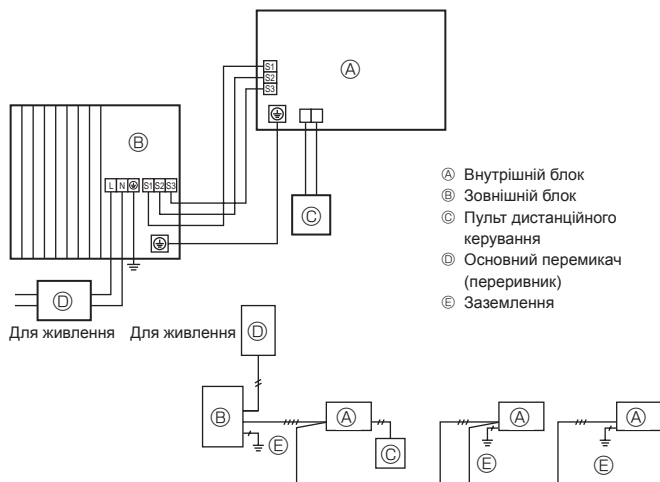
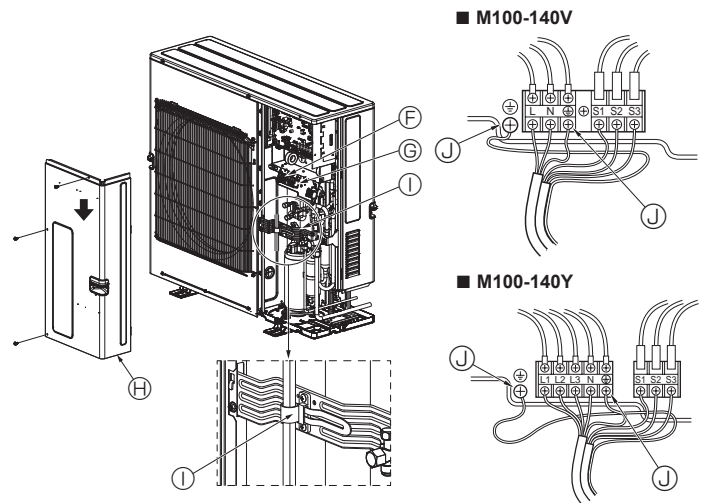

Fig. 6-1
Fig. 6-2
6.1. Зовнішній блок (Fig. 6-1, Fig. 6-2)
- ① Зніміть експлуатаційну панель.
- ② Проводи та кабелі, зображені на Fig. 6-1 та Fig. 6-2.